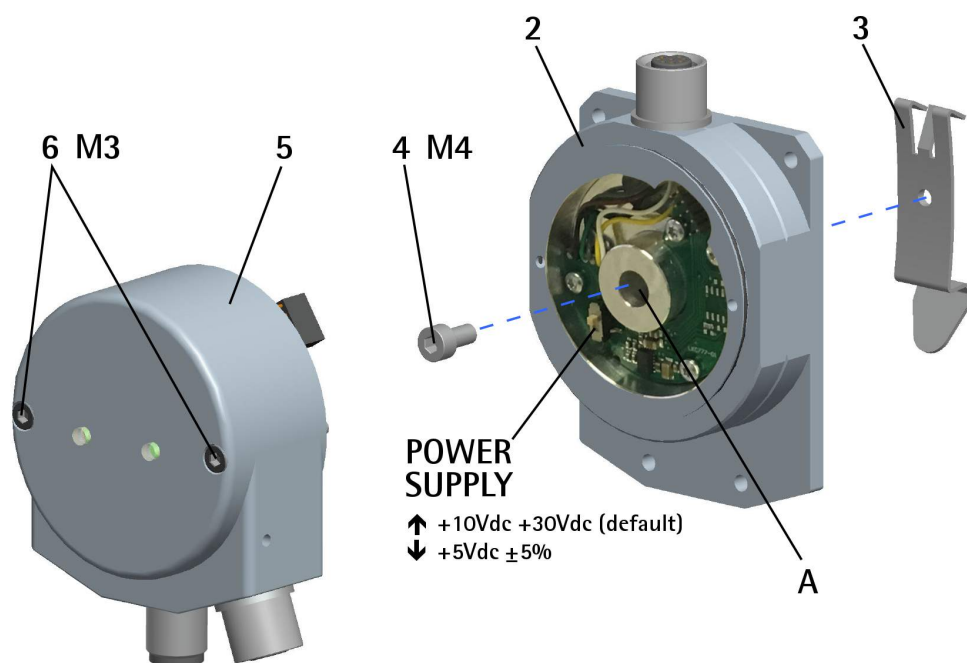

Figura 3
3.3 Installazione con clip su rotaia DIN (Figura 3)